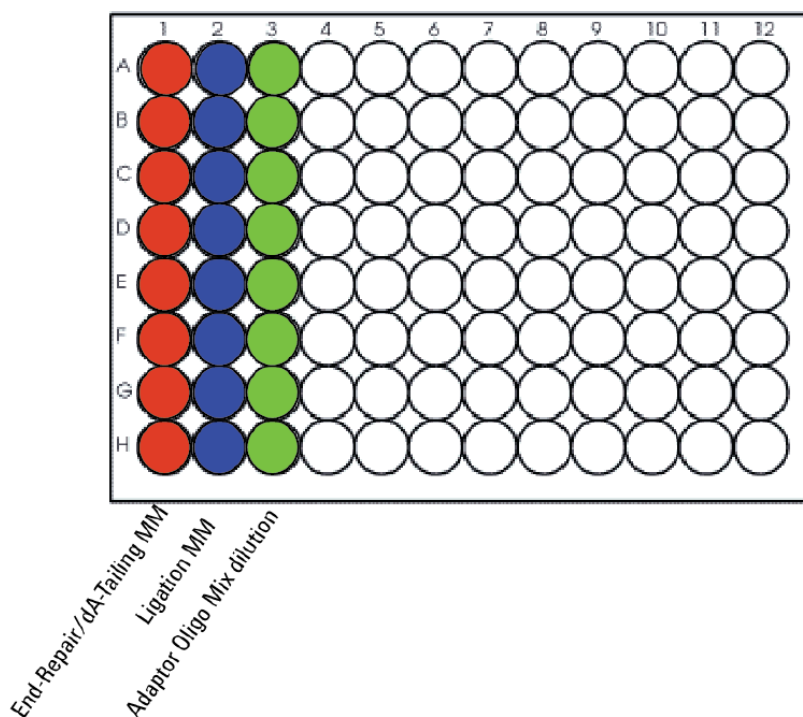

図 3 LibraryPrep_XT_LI_ILM_v.B1.0.1.rst 用のマスターミックスソースプレートの配置
8. Nunc DeepWell プレートにステップ 5 から 7 で調製したマスターミックスを含むマスターミックスソースプレートを調製します。表 18 に示す容量の各マスターミックスを Nunc DeepWell プレートの各カラムの全てのウェルに加えます。このマスターミックスソースプレートの最終的な配置は図 3 に示します。